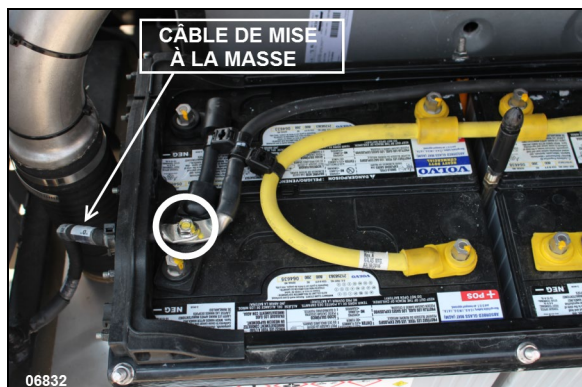

FIGURE 48: DÉCONNECTER LE CÂBLE DE MISE À LA MASSE EN PREMIER
2. Déconnecter le câble de mise à la masse en premier (FIGURE 48).